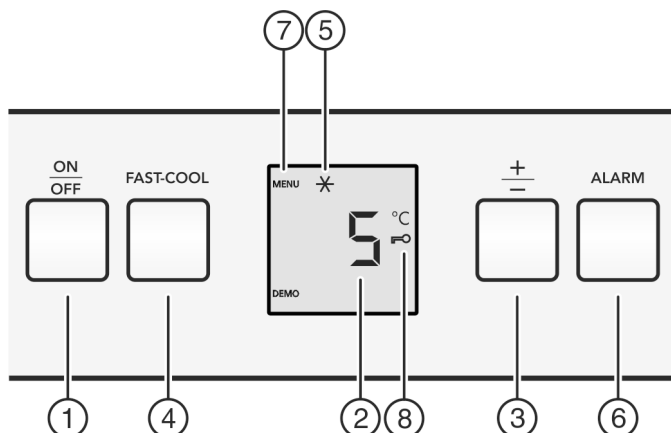

Fig. 2
- ▶ Appuyez sur la touche marche/arrêt Fig. 2 (1).
- ▶ Appuyer sur la touche Alarme Fig. 2 (6).
- ▶ Appel de la fonction température : appuyer sur la touche de réglage « +/- » Fig. 2 (3).
- ▶ Modifier la température en étapes de 1 °C : appuyer plusieurs fois sur la touche de réglage « +/- » Fig. 2 (3) jusqu'à ce que la température choisie s'allume dans l'affichage de la température.
- ▶ Appuyer brièvement sur la touche Fast-Cool Fig. 2 (4).
- ▷ Le symbole Fast-Cool Fig. 2 (5) s'allume dans l'affichage.
- ▷ Le symbole Fast-Cool Fig. 2 (5) s'éteint dans l'affichage.